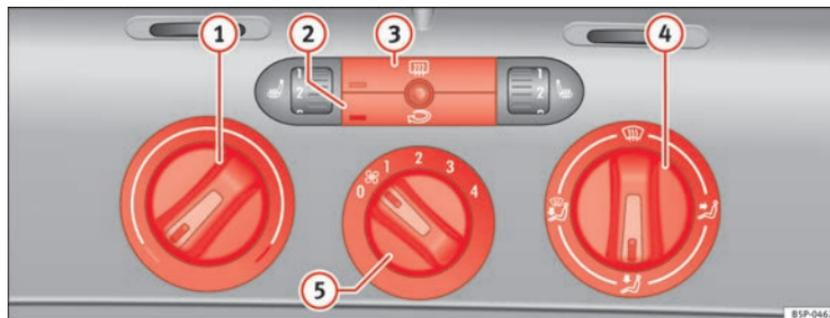

Fig. 128 Comandos do aquecimento no painel de instrumentos
- Com os reguladores ⇒ fig. 128 ① e ④ e com o comando ⑤ é ajustada a temperatura, a distribuição do ar e o nível do ventilador.
- Premir o respectivo botão ② ou ③, para ligar e desligar uma função. Quando a função está activa, a janela que se encontra no canto inferior esquerdo do botão ilumina-se.